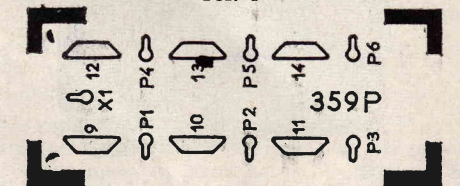

FIG. 4
**Réception des gammes AM :** Le cadre PO-GO est relié par six fils (dont deux de masse) au bloc Oréor CT61B2, vu côté câblage imprimé sur le plan d'ensemble de la figure 4. Ce bloc est équipé de bobinages d'accord OC pour cette gamme et de bobinages spéciaux d'accord antenne commutés en appuyant sur la touche « Antenne ». Le bloc d'accord lui-même comprend un transistor convertisseur AF126 et ses éléments associés. La sortie MF, de 480 kHz, est reliée à l'entrée MF-AM du module amplificateur FI mixte. Les CV accord et oscillation AM font partie intégrante du module 1, où ils sont commandés par un axe commun avec les CV du convertisseur FM.